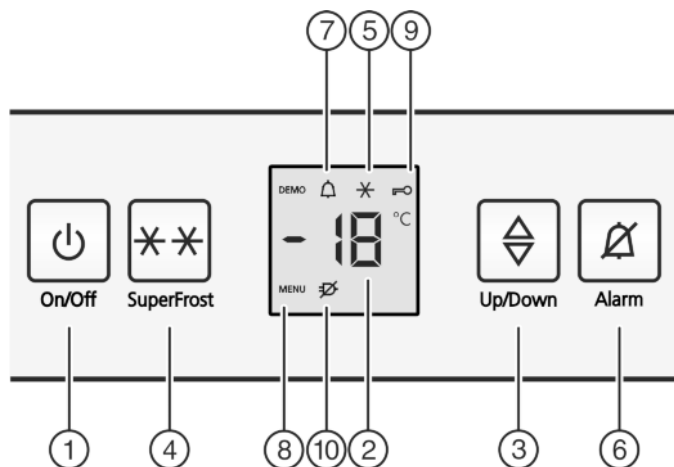

Fig. 2
- Вместе с индикацией температуры мигает символ «SuperFrost» Fig. 2 (5).\*
- ▶ Нажать кнопку On/Off Fig. 2 (1).
- ▷ Устройство включено. Индикатор температуры и символ "Alarm" Fig. 2 (7) мигают, пока температура не станет достаточно низкой.
- ▶ Активация режима настройки: Нажмите кнопку SuperFrost Fig. 2 (4) и удерживайте ее прим. 5 секунд.
- ▷ На индикаторе будет отображаться символ «Меню» Fig. 2 (8).
- ▶ Для подтверждения нажать и отпустить кнопку «SuperFrost» Fig. 2 (4).
- ▷ На индикаторе горит символ «Защита от детей» Fig. 2 (9).
- ▶ нажмите и отпустите кнопку "On/Off" Fig. 2 (1).
- ▷ Символ «Защита от детей» Fig. 2 (9) гаснет.
- ▶ Нажмите кнопку Alarm Fig. 2 (6).
Одновременно мигает индикация температуры и символ тревоги *Fig. 2 (7)*.
Звуковой сигнал выключается автоматически, символ аварийного сигнала *Fig. 2 (7)* выключается и индикатор температуры перестает мигать, если температура снова становится достаточно низкой.
- ▶ Нажмите кнопку Alarm *Fig. 2 (6)*.